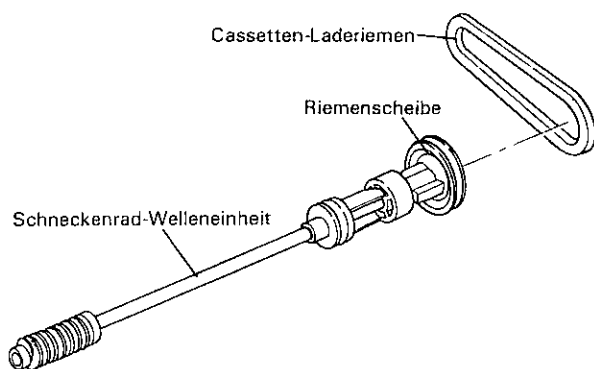

Abbildung 1-4.
• Auswechseln (Abb. 1-4)
1. Die Startsensor-Leiterplatte und die Schneckenradhalterung vom Cassettengehäuserahmen (R) entfernen.
2. Die Schneckenrad-Welleneinheit, die Riemenscheibe sowie den Cassetten-Laderiemen vom Cassettengehäuserahmen (R) entfernen.